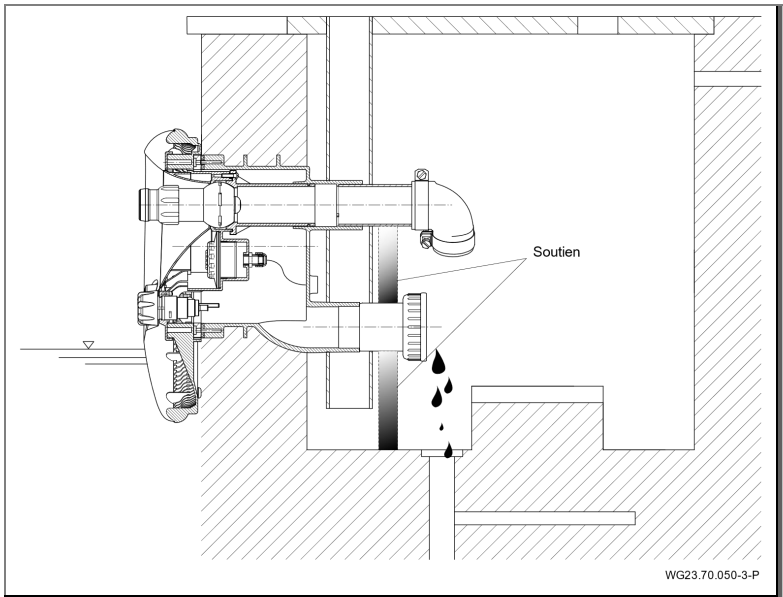

Fig. 26
- 3. Soulager les tuyauteries d'aspiration et de refoulement par des supports. Voir "Fig. 26", page 45.